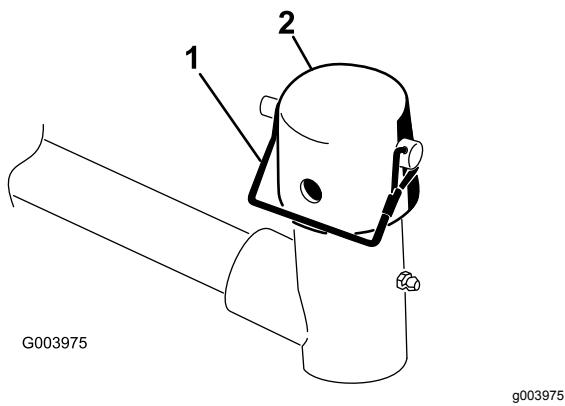

**Bild 9**
**Wichtig:** Montieren Sie an den Schneideeinheiten Nr. 4 (vorne links) und Nr. 5 (vorne rechts) die Schlauchführungen mit den Befestigungsmuttern der Stangenhalterung vorne an den Schneideeinheitsnasen (**Bild 7** und **Bild 8**). Die Schlauchführungen sollten sich zur mittleren Schneideeinheit neigen (**Bild 8** und **Bild 9**).